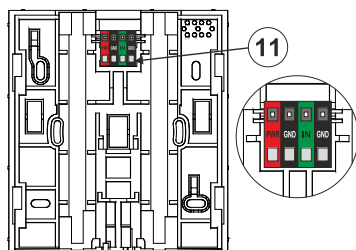

Figure 4 : 11 - bornes d'une alimentation externe et d'un contact magnétique externe
- Fixez l'arrière du clavier sur un mur plat à l'aide de 4 vis. Pour raccorder une source d'alimentation externe ou un contact magnétique, utilisez les bornes situées à l'arrière du clavier, voir la Figure 4. Voir la description des connexions dans les paragraphes Source d'alimentation alternative et Installation d'un contact magnétique.
- Fixez d'abord le bord inférieur du clavier au support de montage (partie arrière) du boîtier (alignez les côtés inférieurs). Faites ensuite glisser le clavier vers le bas, jusqu'à ce que vous entendiez le clic de la languette (10). Cela empêchera le clavier de tomber du socle d'installation. Tournez ensuite le mécanisme de verrouillage (9) de 90° dans le sens des aiguilles d'une montre jusqu'à la position où la